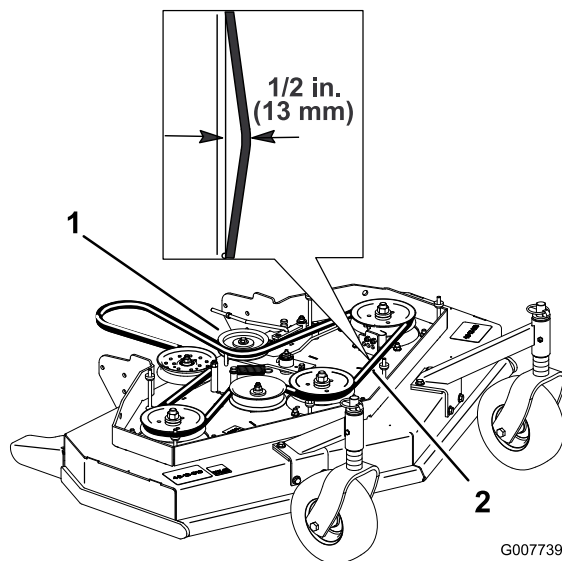

Figure 45
4. Retirez la poulie de tension et la courroie usagée (Figure 45).
Remarque: Pour être correcte, la tension de la courroie doit être comprise entre 44 et 67 N, avec une flèche de 13 mm à mi-chemin entre les poulies (Figure 45).